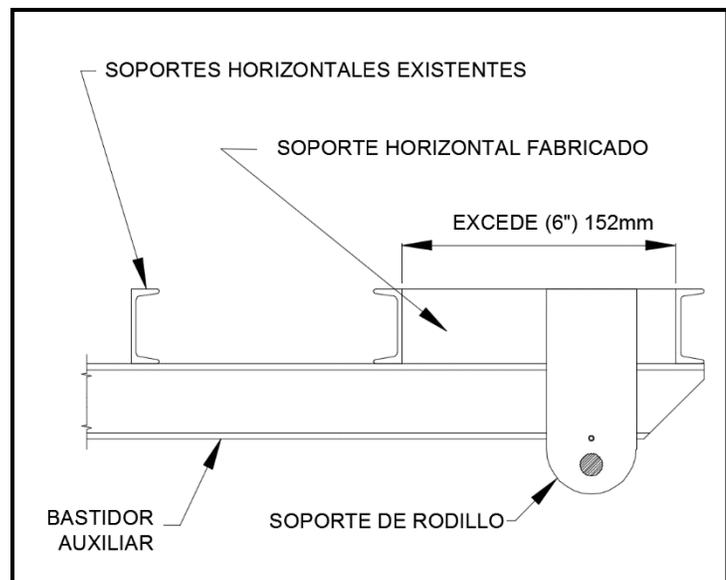

Figura 2
3. Es posible que se tiene que modificar el soporte del rodillo para que quede correctamente. Si la distancia entre los soportes horizontales es más ancho que 6 pulgadas (152 mm), otro soportes fabricado de placa de acero de media pulgada (12.5mm) de grueso, o más grueso debe ser agregado. (vea Figura 2).